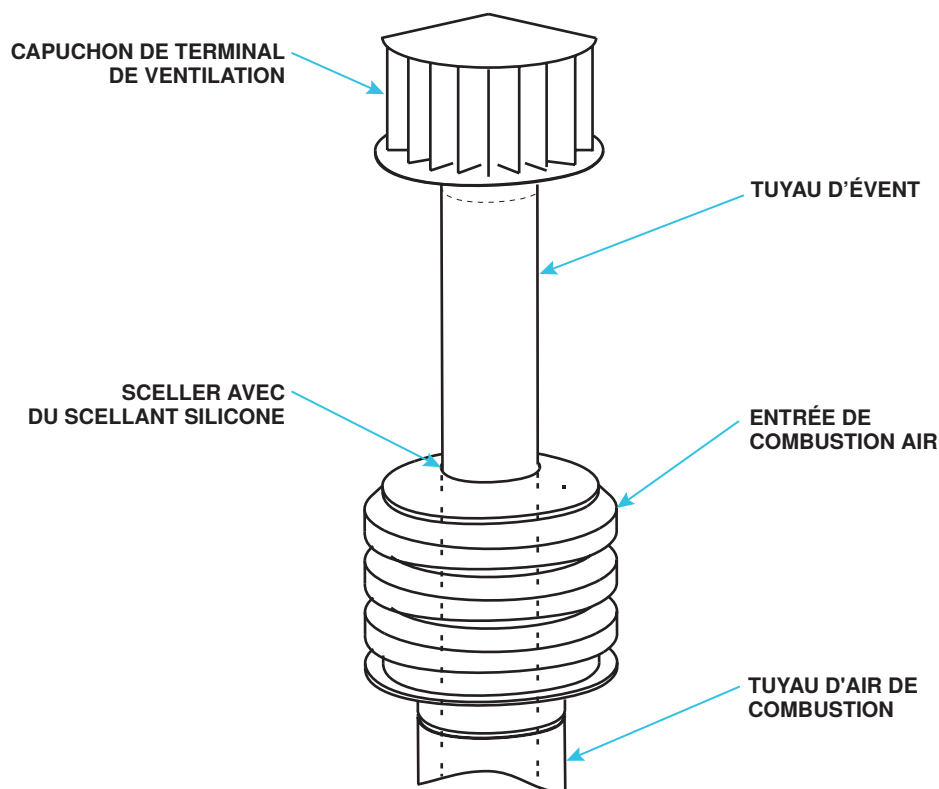

Figure 24. Installation de l'entrée d'air de combustion et du terminal de ventilation
8. Installez l'entrée d'air de combustion (voir **Figure 24**) :
9. Installez la terminaison d'échappement (voir Figure 24) conformément à la Figure 13.